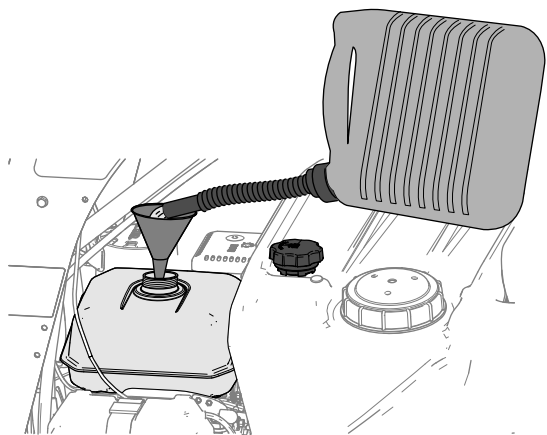

Figure 16
3. Nettoyez la surface autour du bouchon du réservoir de carburant et enlevez le bouchon (Figure 16).
4. Remplissez le réservoir de carburant (Figure 16) jusqu'à 6 à 13 mm (0,25 à 0,5 po) du sommet. **Le carburant ne doit pas monter dans le goulot de remplissage.**